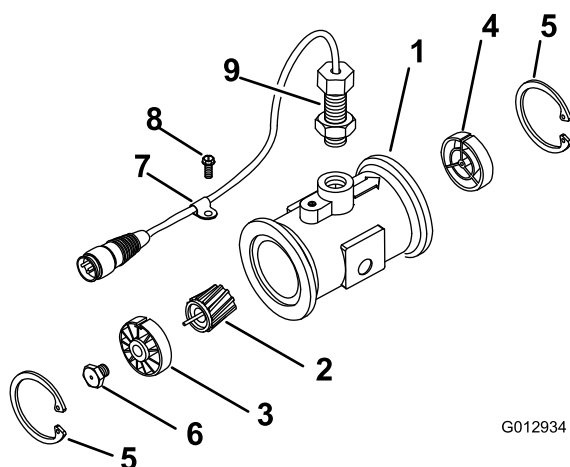

Figura 11
3. Retire o anel de retenção do lado superior (Figura 11).